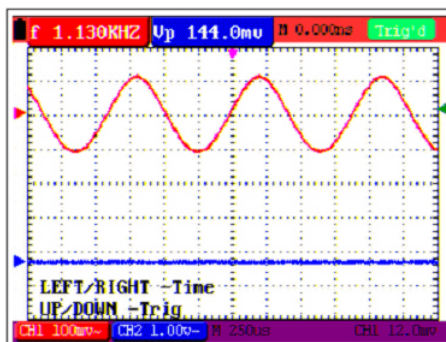

Figura 8.- Posición del nivel de disparo.
9. Pulse “OSC OPTION” de nuevo. El siguiente texto aparecerá en la esquina inferior izquierda de la pantalla, como se muestra en la figura 8: